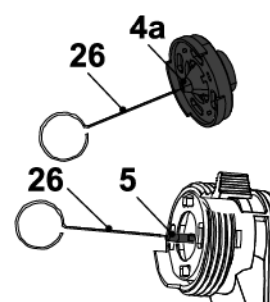

Fig. 20
- > Limpar cuidadosamente todas as peças desmontadas com agente de limpeza. Utilizar a agulha de limpeza (26) para remover qualquer resíduo de tinta do orifício do bocal de pulverização (4a) e da agulha do bocal (5) (Fig. 20). Ter muito cuidado para não danificar a agulha do bico e o orifício do bico de pulverização.
- Se necessário, substitua as peças sobressalentes, tais como a válvula de retenção (27), o anel de vedação (28) e a almofada de vedação (29).
- Para guardar o produto, fixar o recipiente de tinta (23) à pistola de pulverização.